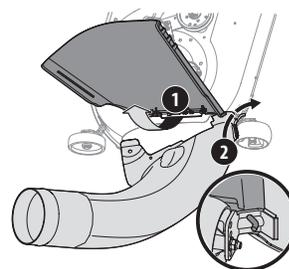

Figura 16
- Con el canal de descarga del tractor levantado y manteniéndolo abierto (1), coloque el codo del canal en la lengüeta de montaje del canal (2), como se muestra en la Figura 16.